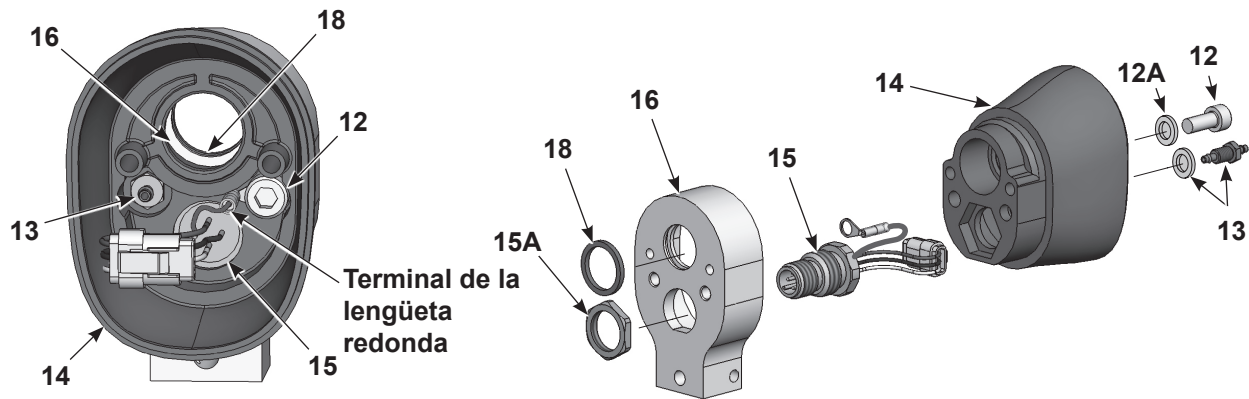

Figura 24 Desmontaje de una pistola de montaje en barra 3 de 3
8. Ver la Figura 24. Para desmontar el conjunto del cuerpo posterior, extraer el tornillo (12), la arandela de bloqueo (12A), el racor dentado y la arandela de bloqueo (13) de la parte interior del cuerpo posterior (14). Se requiere una llave hexagonal de 3 mm y una llave de tubo de 1/4 pulgadas.
9. Extraer la tuerca (15A) del receptáculo (15), extraer el adaptador del cuerpo de la pistola posterior, e introducir el cableado del receptáculo a través del cuerpo.
10. Examinar el anillo Quad (18) en el adaptador (16) y sustituirlo en caso de daños.